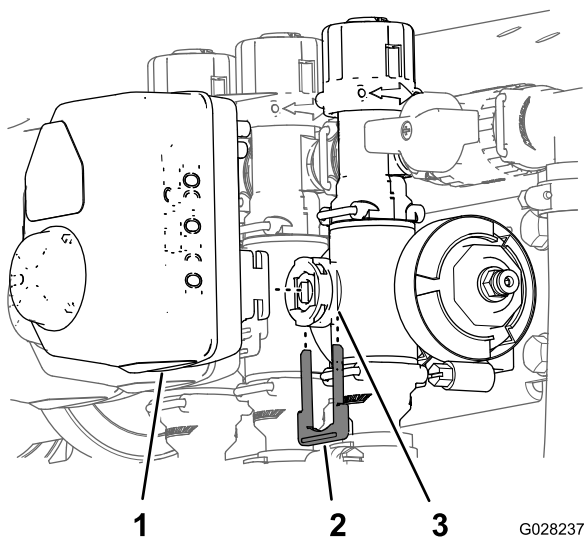

図 3
- アクチュエータを個別ブームバルブまたは攪拌バルブ用のマニホールドバルブに固定しているリテーナを外す 図 3。